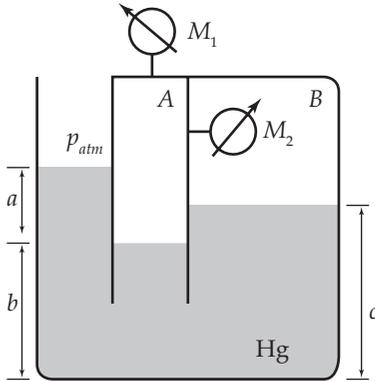

Figura Ep1.32
**Ep1.32** Nas câmaras A e B da Figura Ep1.32, tem-se ar. Sabe-se que a densidade relativa do mercúrio é igual a 13,55 e que o manômetro  $M_1$  indica a pressão de